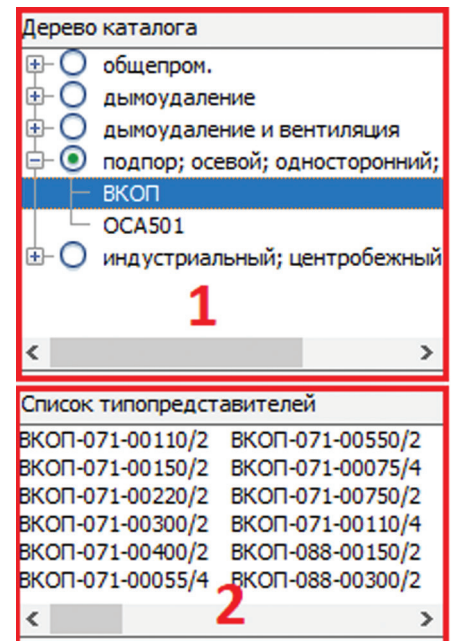

Рис. 2
**2. Номенклатурная панель** (Рис. 2) состоит из двух элементов управления: 1 – дерево типов вентиляторов и 2 – список типопредставителей выбранного типа вентиляторов.